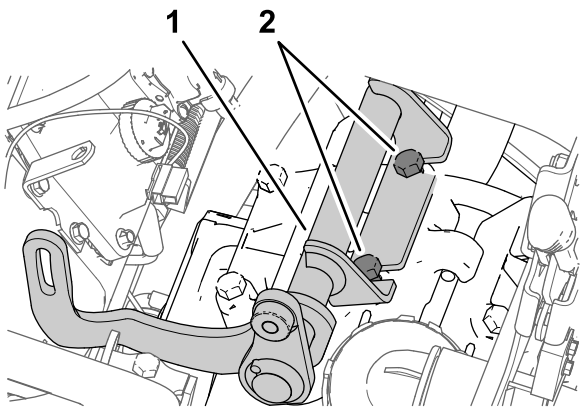

图177
- 如果交流发电机支架放置在步骤 1 中松开的两个螺栓与泵头之间 图177。